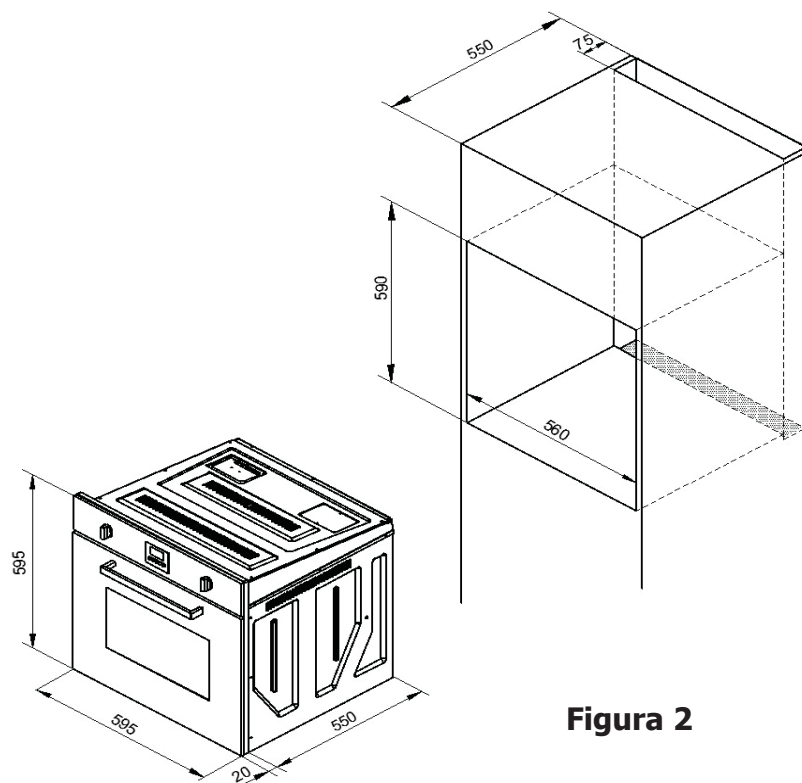

Figura 2
- ❖ El panel trasero de la cabina deberá ser removido para que el aire circule libremente. El panel de cada horno debe tener una distancia mínima de 75mm de la parte trasera. Figura 2.